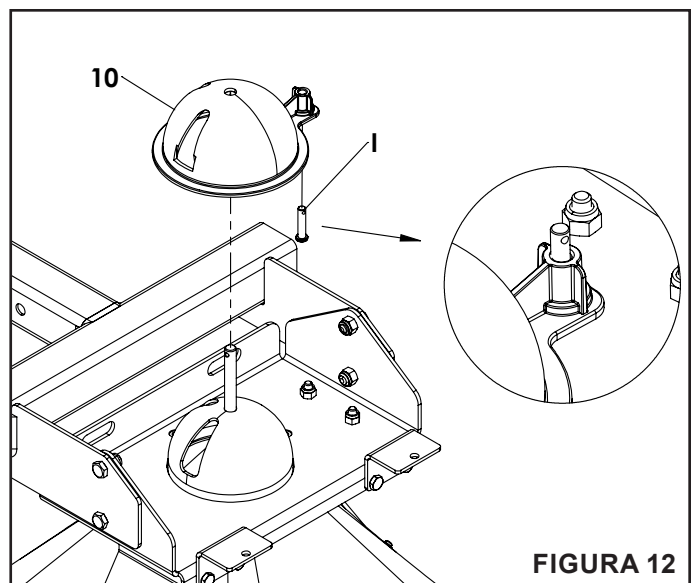

FIGURA 12
PASO 12: (VER FIGURA 12)
- Instale un pasador de horquilla (I) en la compuerta dispensadora (10), como se muestra.
- Nota: La compuerta dispensadora (10) no tiene una abertura.**
- Instale la compuerta dispensadora (10) en el eje del impulsor, asegurándose de que las dos aberturas estén abiertas y alineadas. Debe colocarse como se muestra en la imagen.